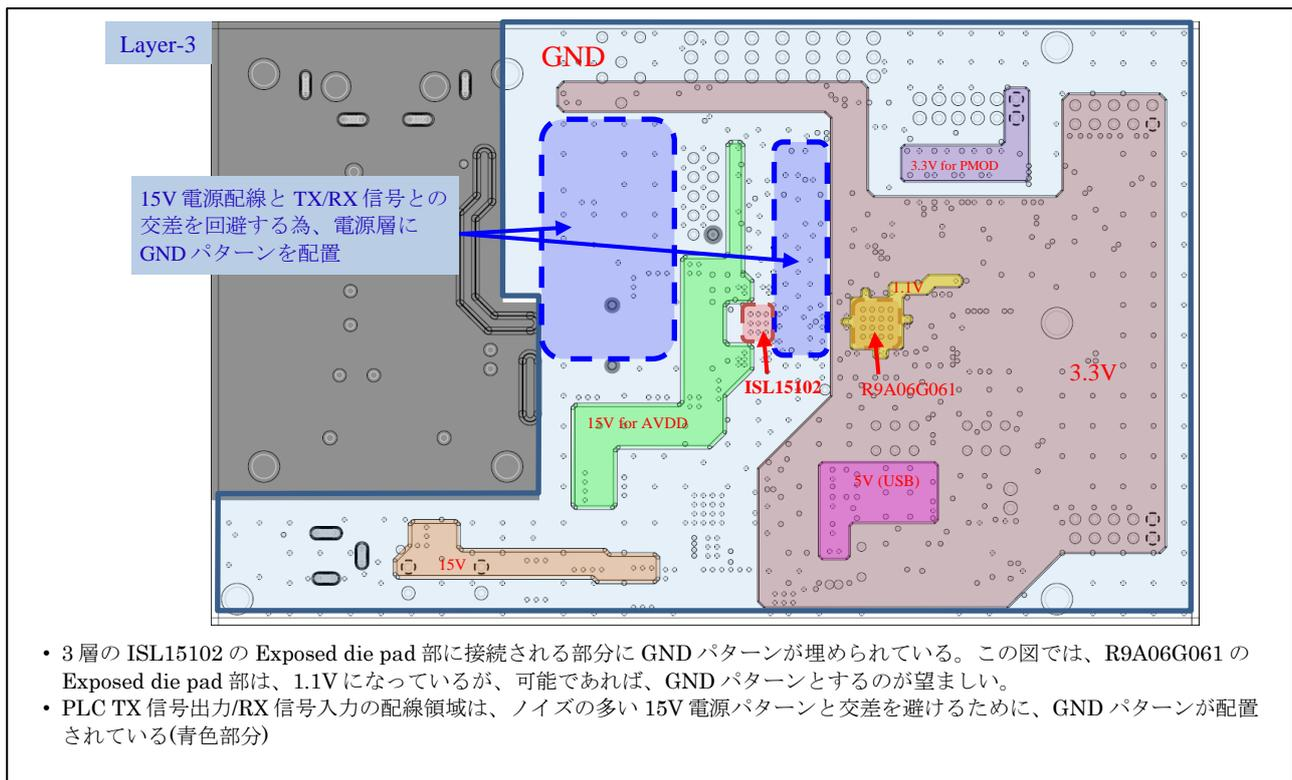

Figure 2-14 R9A06G061 と ISL15102 の Exposed die pad と GND パターンの接続例 (3層)
- 3 層の電源層では、R9A06G061, ISL15102 の Exposed die pad と接続される via hole 部分及び、TX 出力/RX 入力の信号配線及びその部品と重なる領域は、極力 GND パターンを配置してください。(3 層の接続例を Figure 2-14 に示します)